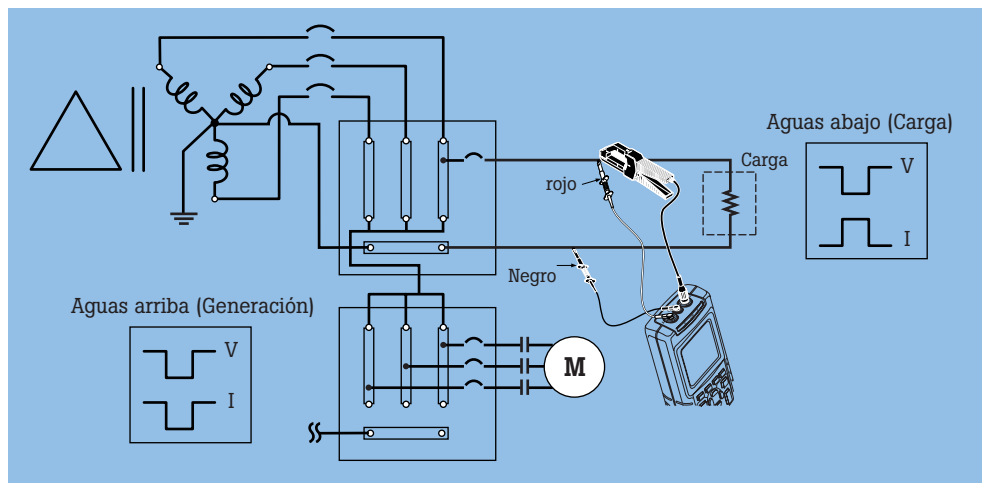
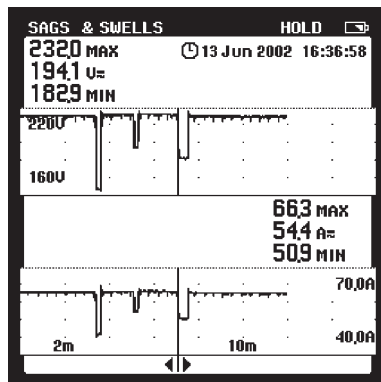

Figura 1. Aislando la fuente del problema.
Figura 2. Tensión en la parte superior, corriente en la inferior. Indicación de tiempo real en la parte superior.
Conecte las sondas de tensión y la pinza amperimétrica del instrumento en el lado de carga del disyuntor, tal como se muestra en la Figura 1. Mediante el modo de registro de Fluctuaciones del 43B, se pueden registrar eventos de tensión en la parte superior de la pantalla y sucesos de corriente en la inferior (Figura 2). Cada punto del gráfico (240 puntos para el registro en pantalla completa) representa tres valores en el periodo de muestra: el valor mínimo en un ciclo (mín o caída), el valor máximo en un ciclo (máx o subida), así como el valor promedio de todos los ciclos en el periodo de muestra.
- Si se produce una *caída de tensión* simultáneamente con una *subida de corriente*, la causa de la caída habrá que buscarla en la carga derivada del punto donde hayamos efectuado el registro (Figura 2). En otras palabras, la causa de la caída se produce aguas abajo al punto de medida y, por tanto, se puede pensar que existe una *perturbación relativa a la carga*.